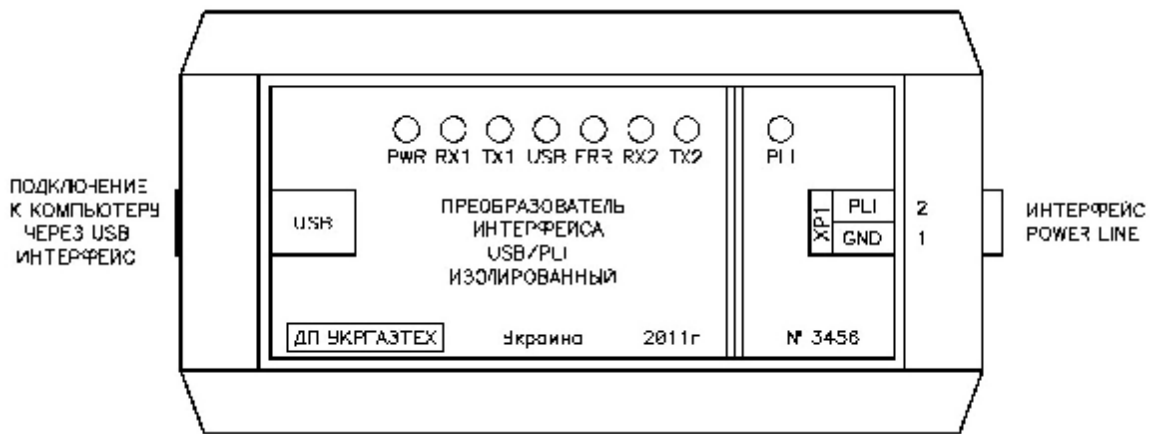

Рисунок 1 – Загальна схема зовнішніх підключень перетворювача
4.5 Монтаж перетворювача необхідно проводити відповідно до схеми зовнішніх підключень, що наведена на Рис. 1.
5.3 Перевірити правильність підключення зовнішніх сполучних кабелів згідно зі схемою зовнішніх підключень, що наведена на Рис. 1.